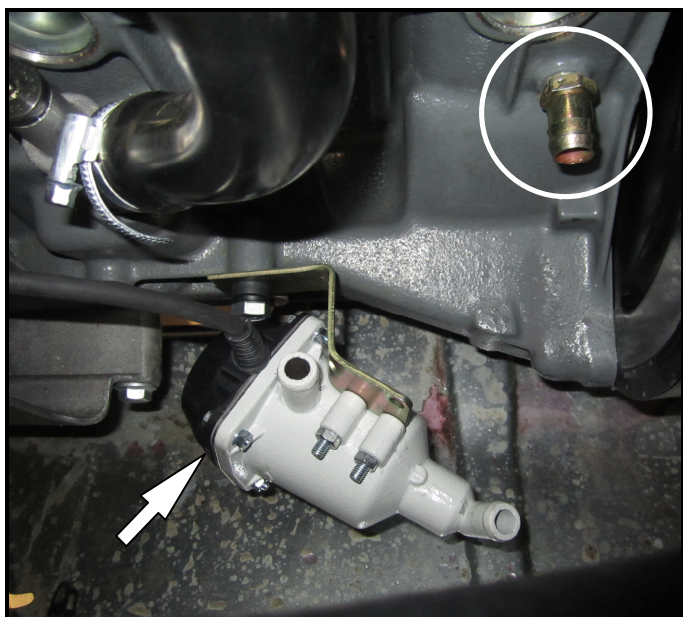

Рис.1 Монтаж кронштейна на подогревателе, болт крепления и монтаж штуцера
3.2. Снять для удобства монтажа подогревателя, корпус воздушного фильтра, высоковольтный модуль. Отвернуть болты М6 и снять модуль со штатного кронштейна. Отвернуть сливную пробку на блоке двигателя, которая находится в передней части двигателя (рис.1). Слить охлаждающую жидкость.
3.4. При помощи болтов, гаек из комплекта закрепить подогреватель на кронштейне (рис.1).
3.5. Нанести герметик на резьбу штуцера К1/8 и ввернуть его вместо сливной пробки (рис.1).
3.6. Вывернуть болт М10 крепления кронштейна высоковольтного модуля. Закрепить подогреватель с кронштейном на данный болт (рис.1).